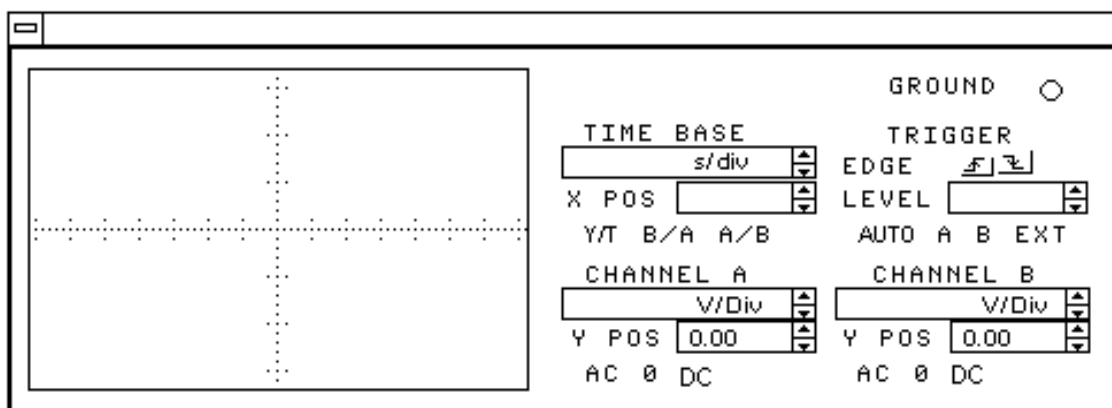

Figura 27
10.15 – Reconecte o gerador de sinais, e registre a forma de onda na figura 27